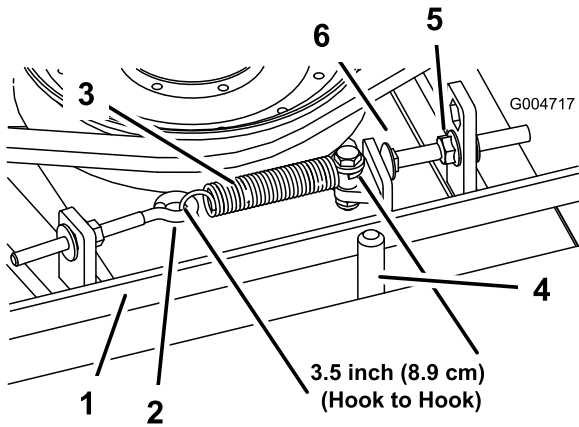

Bild 70
Bei richtiger Spannung sollte die Messung innen an der Verlängerungsfeder (Haken zu Haken) ungefähr $8,3 \text{ cm} \pm 9,5 \text{ cm}$ betragen. Wenn die Federspannung richtig ist, stellen Sie die Anschlagsschraube (Schlossschraube) ein, bis der Abstand zwischen dem Schraubenkopf und dem Spannarm ungefähr 2-55 mm beträgt (Bild 70).
Hinweis: Achten Sie darauf, dass der Riemen auf der Federseite der Riemenführung positioniert ist (Bild 70).
2. Lösen Sie den Augenbolzen, um die Verlängerungsfeder abzunehmen (Bild 70).
3. Lösen Sie die Bundmutter, mit der die Anschlagsschraube an der Befestigungsnase befestigt ist, und schieben Sie die Spannscheibe vom Riemen weg, um die Riemenspannung zu lösen (Bild 70).
9. Setzen Sie die Verlängerungsfeder (Bild 70) wieder in den Augenbolzen ein und spannen Sie den Riemen wie folgt: